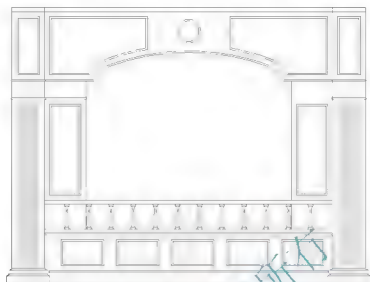

图 5.69 镜像复制出右侧装饰柱
(15) 启动【镜像】命令, 复制出右侧的装饰柱, 并用【修剪】命令修剪图形, 结果如图 5.69 所示。